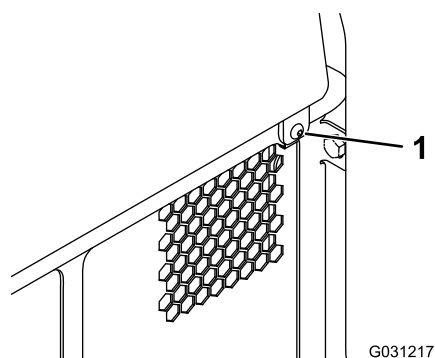

Figure 34
1. Retirez la fixation (Figure 34).
2. Soulevez le capot d'accès arrière pour accéder aux composants internes (Figure 34).